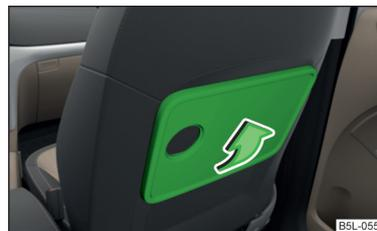

Fig. 93
- Para **abrir**, levantar la mesa en la posición horizontal en el sentido de la flecha » fig. 93.